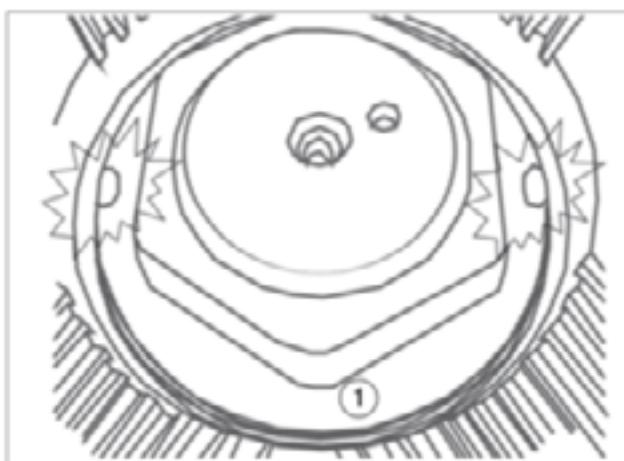
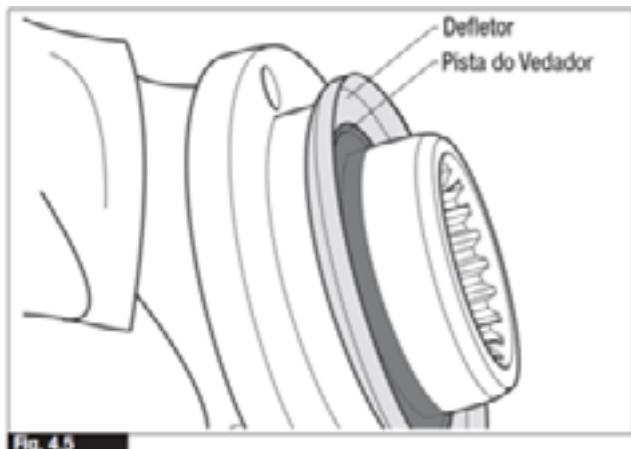

Fig. 4.2
Fig. 4.4
3. Com uma ferramenta de perfuração, remova a trava na porca do pinhão. (fig. 4.2)
4. Imobilize a rotação do flange (1) usando uma ferramenta adequada (2).
5. Usando uma chave (3), um multiplicador de torque (4) e uma ferramenta de imobilização, afrouxe a porca do pinhão.
6. Se a porca do pinhão e o flange não serão descartados, marque a posição do flange no pinhão e remova-o. Isso pode exigir o uso de uma ferramenta extratora de rolamento padrão. (Fig. 4.4)